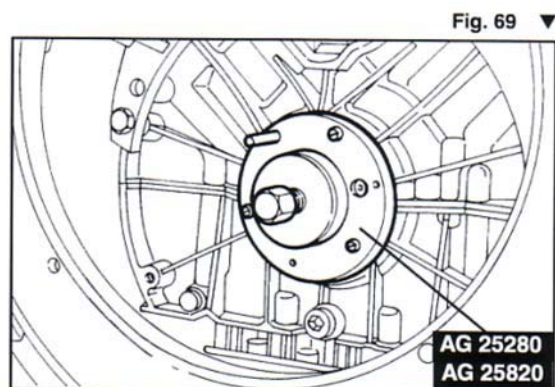

Fig. 69 ▼
- utilizzando l'attrezzo AG 25280 (per alberi a sei fori) o AG 25820 (per alberi a otto fori), avvitare le tre viti Parker sul paraolio lato volano (Fig. 69) e rimuoverlo.
- using tool AG 25280 (for 6-hole shafts) or AG 25820 (for 8-hole shafts), tighten the three Parker screws on the flywheel side oil seal (Fig. 69) and remove it.